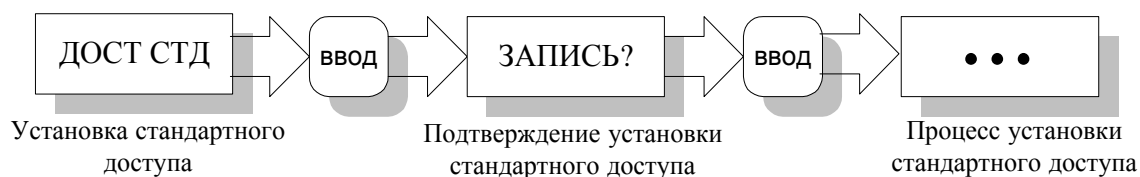

Рис. 21
1.1.1.1.17. Алгоритм установки стандартных (заводских) прав доступа приведен на рис. 21.